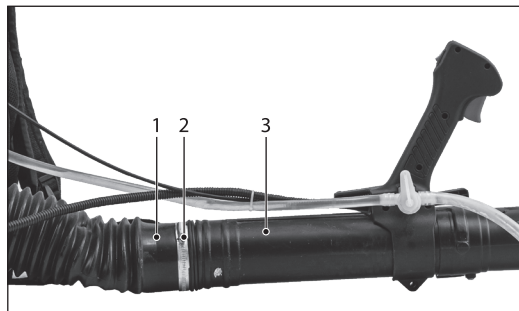

Рис. 2
2. Установите хомут 2 (рис. 2) на конец гибкой трубы 1 с меньшим диаметром. Наденьте гибкую трубу 1 с хомутом 2 на трубу напорную 3 (тип А). Затяните хомут 2.